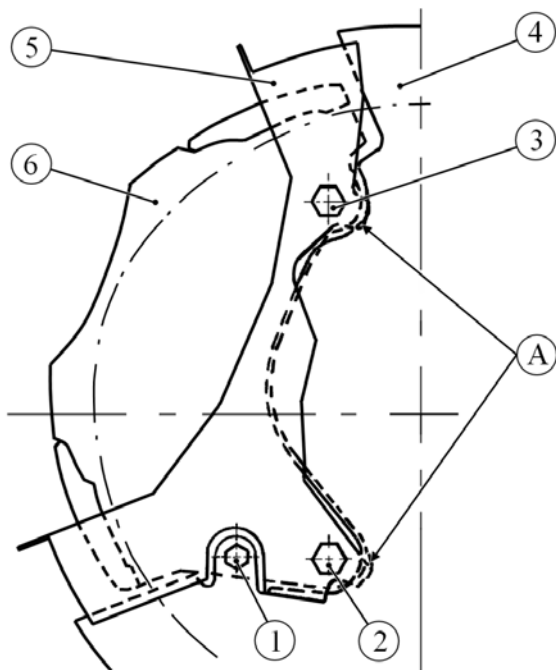

Рисунок 3 – Детали переднего тормоза (вид с внутренней стороны):
2.9 Отвернуть болт 1, рисунок 3, крепления защитного кожуха 4 тормоза к суппорту 6 (головка сменная 10, удлинитель, вороток).
7.10 Установить и закрепить к поворотному кулаку защитный кожух 5, рисунок 3, суппорт 6 тормоза с колодками в последовательности, обратной снятию. Момент затягивания болтов 2 и 3 – от 50 до 60 Н.м (от 5,0 до 6,0 кгс.м) (головки сменные 10, 17, вороток, ключ кольцевой 17, ключ моментный).